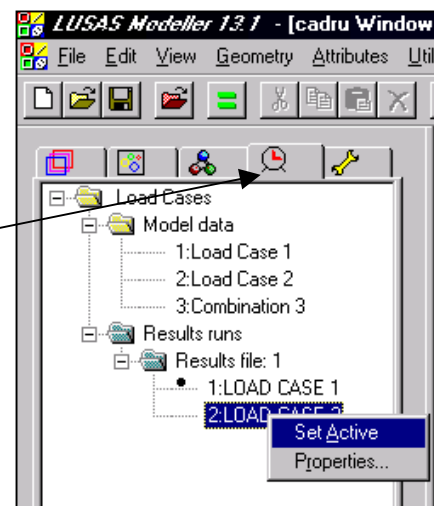

Fig. 50
- în fereastra din stânga se selectează meniul **Cazuri de încărcare** (fig. 50)